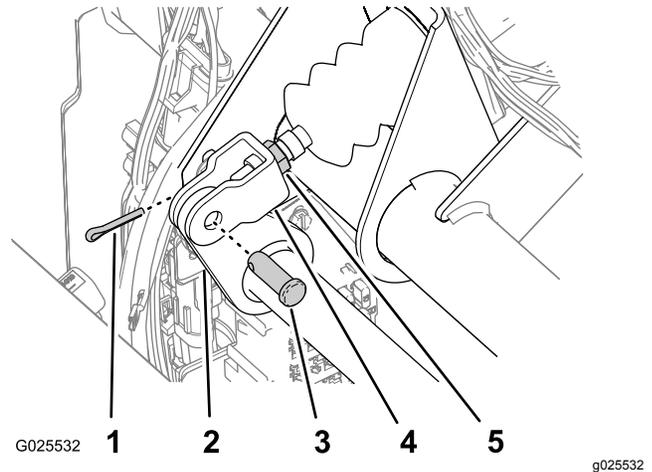

Рисунок 76
2. Снимите шплинт и шплинтуемый штифт, которые крепят вилку главного тормозного цилиндра к оси педали тормоза (Рисунок 76).
4. Ослабьте контргайку крепления вилки к валу главного тормозного гидроцилиндра (Рисунок 76).
5. Отрегулируйте вилку так, чтобы отверстия в ней совпали с отверстием в оси педали тормоза (Рисунок 76).
6. Прикрепите вилку к оси педали тормоза с помощью шплинтуемого штифта и шплинта (Рисунок 76).
7. Затяните контргайку крепления вилки к валу главного тормозного гидроцилиндра (Рисунок 76).